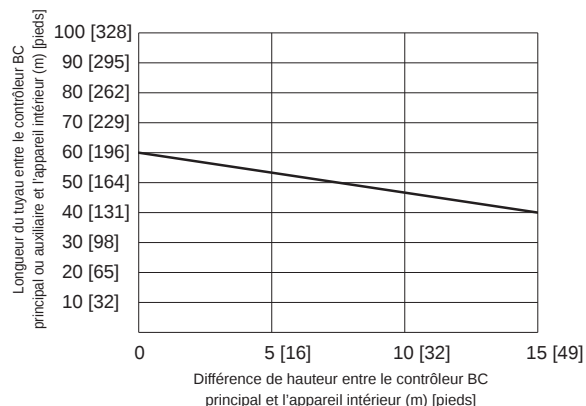

Fig.1
*2 Reportez-vous à la Fig. 1. (Néanmoins lorsque le modèle d'appareil intérieur P72 ou P96 est connecté, la distance maximale admissible entre le contrôleur BC et l'appareil intérieur le plus éloigné est de 40 m).
*3 Lorsque la longueur de tuyauterie ou la différence de hauteur dépasse la limite indiquée dans la Fig. 1, connectez n contrôleur BC auxiliaire au circuit. La limite d'un circuit avec un contrôleur BC auxiliaire est indiquée dans la Fig. 2.
Lorsque vous utilisez le modèle P54 ou un modèle plus grand d'appareils intérieurs, la limite indiquée dans la Fig. 1 ne peut être dépassée.
***3** Lorsque la longueur de tuyauterie ou la différence de hauteur dépasse la limite indiquée dans la Fig. 1, connectez un contrôleur BC auxiliaire au circuit. La limite d'un circuit avec un contrôleur BC auxiliaire est indiquée dans la Fig. 2.